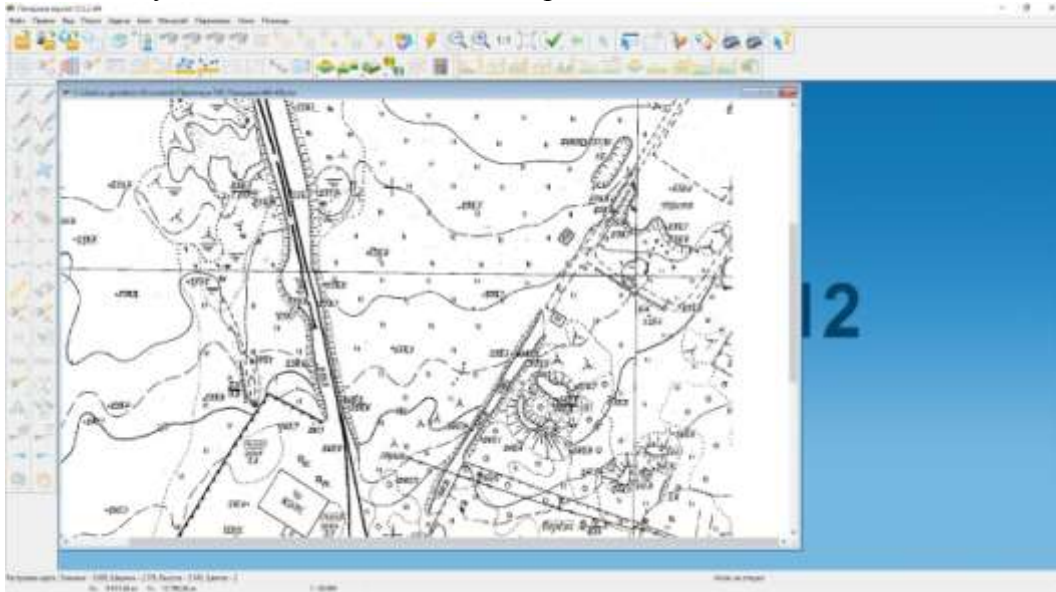

Рис. 7. Растровое изображение плана
10. В главном окне будет отображено растровое изображение плана (рис. 7). Для цифрования необходимо вызвать панель редактора. Для этого выбрать команды Задачи/Редактор карты. В левом углу экрана откроется панель редактора (см. рис. 7).